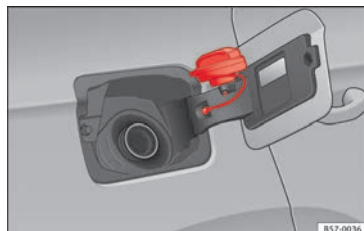

Fig. 58 Trappe à carburant avec bouchon fermé.
- Placez le bouchon dans le logement se trouvant sur la charnière de la trappe à carburant ouverte » **fig. 58**.